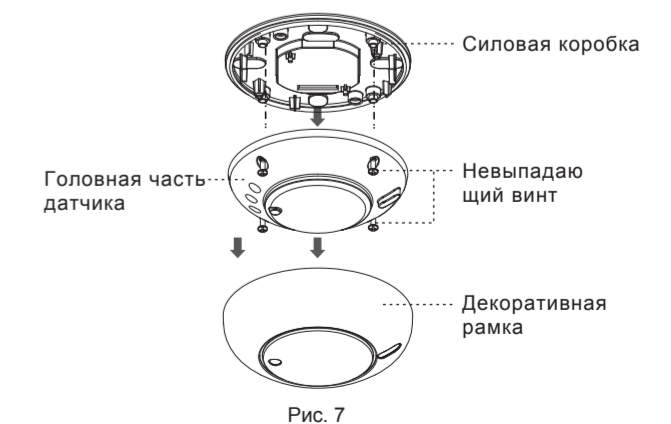

Рис. 7
- 4.4.1.1 Снимите декоративную рамку датчика, затем отделите головную часть датчика от силовой коробки, открутив 4 невыпадающих винта (см. рис. 7).
4.4.1.4 Установите головную часть датчика на силовую коробку и закрепите 4 невыпадающими винтами, предварительно вставив их в соответствующие отверстия под винты, а затем наложите декоративную рамку (см. рис. 7).